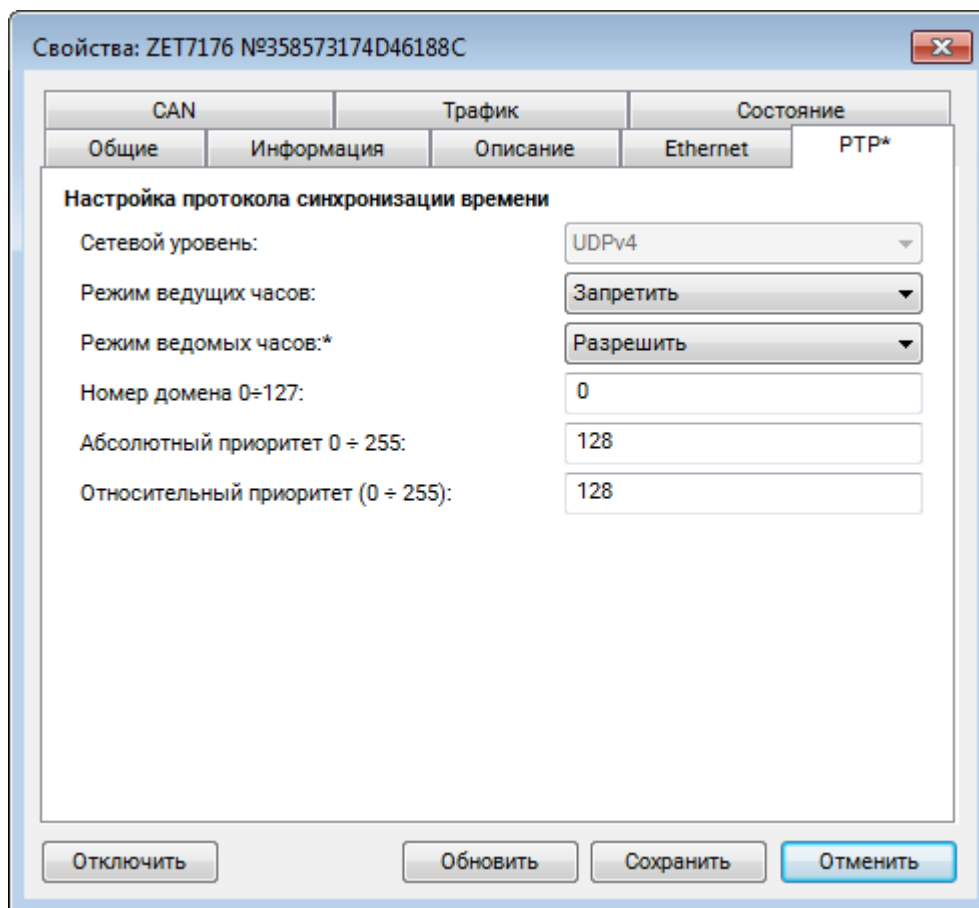

Рис. 4.3 Вкладка «PTP»
- В случаях, когда в системе задействовано несколько сейсмографов возможно настроить синхронизацию между ними по протоколу PTP. Для настройки синхронизации следует перейти на вкладку «PTP» (Рис. 4.3).